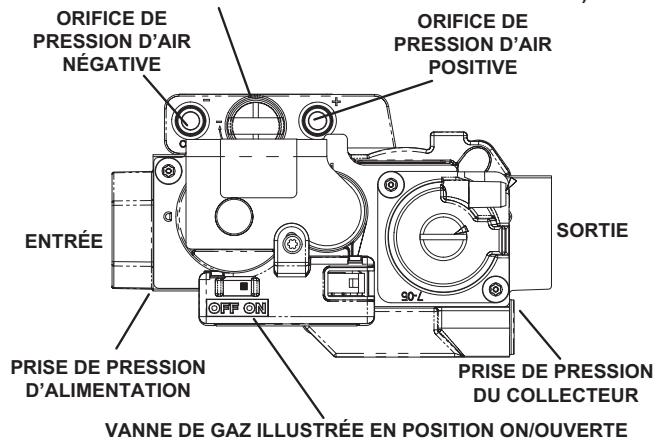

FIGURE 36
- 5 - Mettre l'interrupteur de la vanne de gaz sur **OFF/FERMÉE**. Voir FIGURE 35 ou FIGURE 36.
- 6 - Mettre l'interrupteur de la vanne de gaz sur **ON/OUVERTE**. Voir FIGURE 35 ou FIGURE 36.